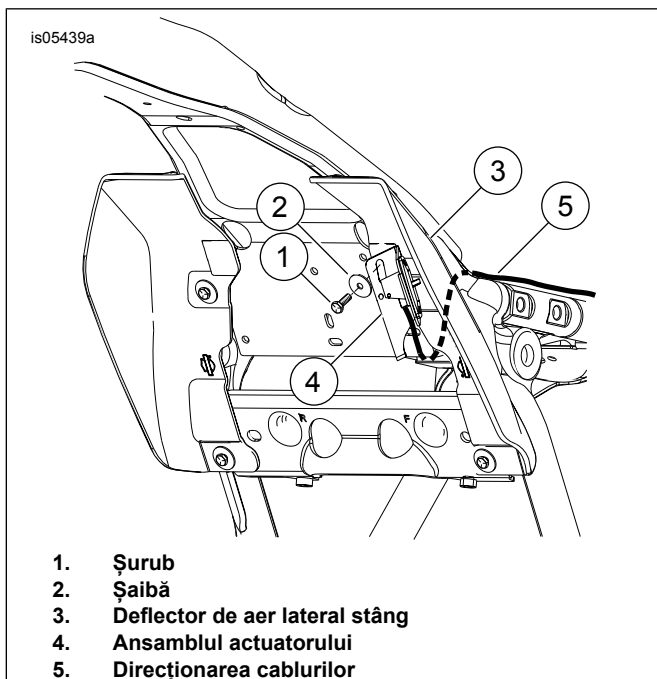

Figura 5. Montarea mecanismului de acţionare cu deflector de aer mijloc cadru
3. Consultați Figura 5 . Trageți clema de sârmă de bujie din plastic din orificiul plăcii de cadru în locul în care se va monta suportul mânerului de reglare. Aruncați clema din plastic a furtunului.
8. Figura 5 Verificați dacă nu este conectat cablul de reglare a spătarului la suportul de montare. Pornind de la capătul de asamblare al mecanismului de acționare, treceți cablul de spătar pe sub placa transversală și în sus prin cadru (5).
10. Figura 5 Glisați partea plană a suportului ansamblului de acționare (4) în spatele firelor și aliniați orificiul superior al deflectorului cu fanta din suportul de reglare. Asigurați-vă că umărul îndoit în formă de cârlig al suportului se angrenează cu marginea plăcii transversale. Când este aliniat, introduceți și strângeți șurubul și șaiba.